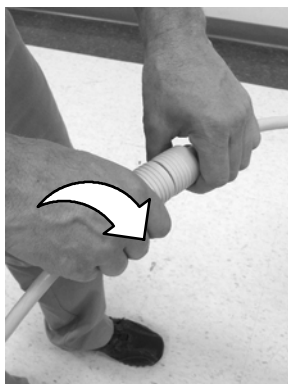

FIG. 6
1. Branchez le cordon d'alimentation fourni dans la machine et faites tourner la prise dans le sens horaire pour verrouiller sa connexion (Figure 6).